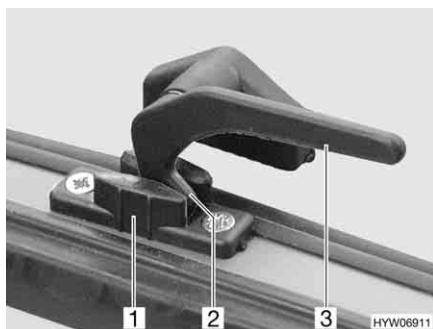

Fig. 74 Leva di serraggio in posizione "Aerazione continua"
- In posizione di "Aerazione continua" (Fig. 74)
- Ruotare tutte le leve di serraggio (Fig. 74,3) di un quarto di giro verso il centro dell'oblò.
- Girare nuovamente all'indietro tutte le leve di serraggio. Contemporaneamente riportare il nasello di chiusura (Fig. 74,2) nella rientranza del bloccaggio dell'oblò (Fig. 74,1).